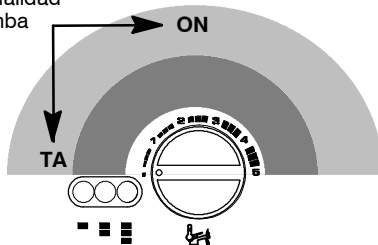

fig. 5.20
Para mostrar la configuración determinada, mantener pulsando el botón de reposición (6, fig. 5.19) durante 5 segundos aproximadamente. Los indicadores luminosos de señalación (3) parpadearán un número de veces igual a la configuración (en fig. 5.20, por ejemplo, parpadearán 1 vez).